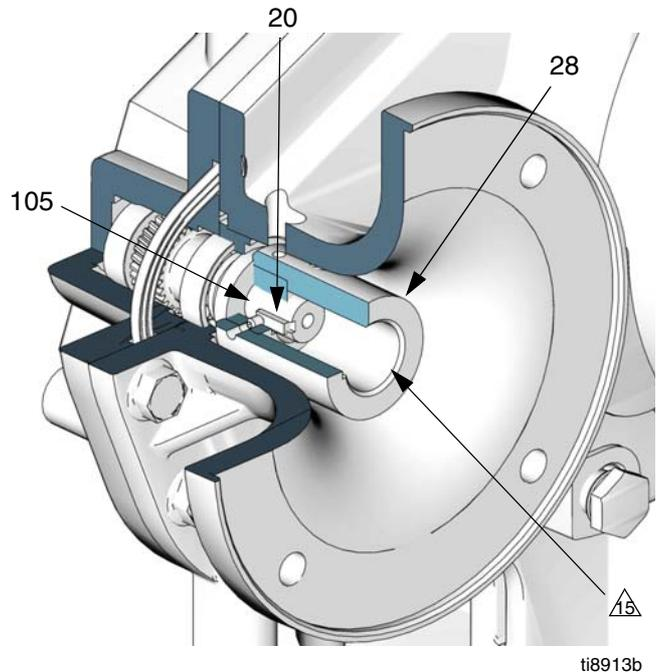

FIG. 25. Installation du coupleur du moteur
- Consultez la FIG. 25. Mettez la clavette (20) dans le logement de clavette de l'axe d'entrée (105). Mettez les deux vis sans tête (31) dans le coupleur (28) en vous assurant qu'elles ne n'empiètent pas sur le logement de clavette ou sur l'alésage de l'axe d'entrée du coupleur.